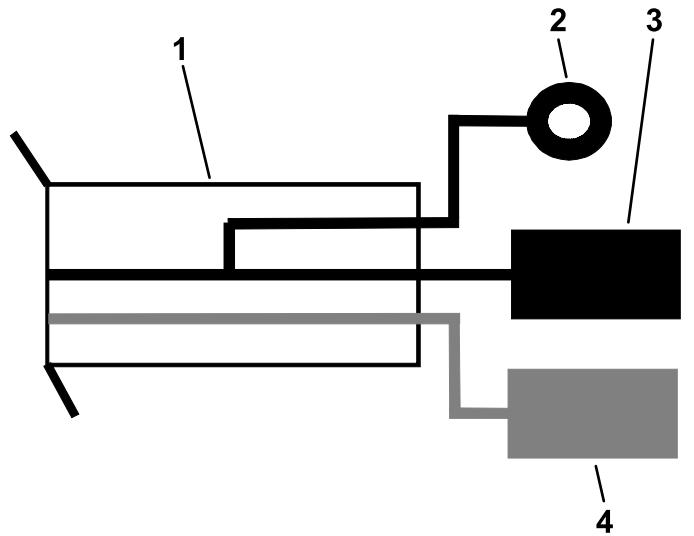

Figura 22
4. Instale o anel terminal preto no bloco de ligação à terra na máquina (Figura 22).
5. Instale o fio de alimentação vermelho numa ranhura vazia no bloco de fusíveis da máquina (Figura 22).